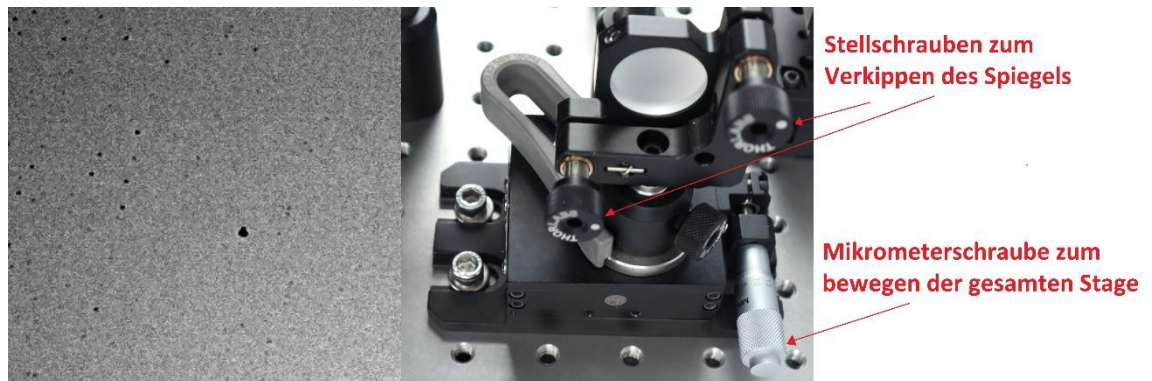

Abbildung 16: links: Staubpartikel auf Spiegelrohling; rechts: Überblick über Schrauben an manueller Stage
3. Stellen Sie nun die Position der manuellen Stage (des Spiegels) ein, bis das Interferenzmuster der ersten Oberfläche angezeigt wird. Ist das Muster sehr schwach zu erkennen, haben Sie vermutlich das Interferenzmuster der Rückseite. In diesem Fall müssen Sie den Spiegel weiter nach vorne einstellen. Sie können auch mit dem Lineal die Armlängen der beiden Interferometerarme überprüfen – Sie müssen ziemlich genau gleich sein. Achtung: Verwechseln Sie die Mikrometerschraube nicht mit den Stellschrauben am Spiegelrohling (s. Abb. 16 - rechts)!